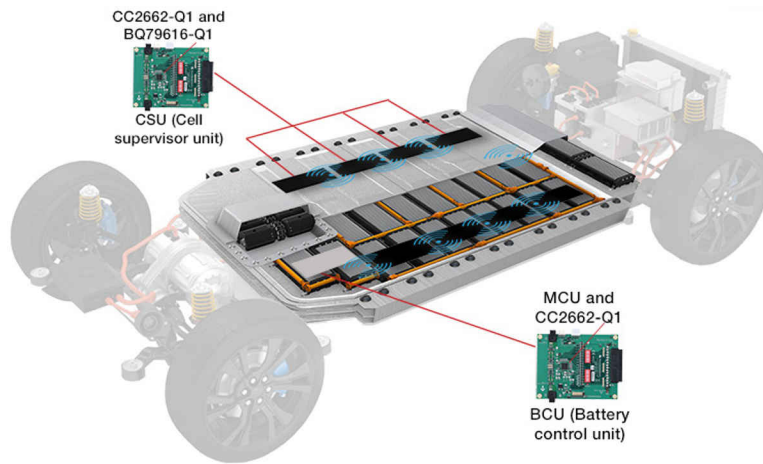

図 2. テキサス・インスツルメンツのワイヤレス BMS テクノロジー
**図 2** に示すワイヤレス BMS の利点の 1 つは、バッテリー・パックの組み立てと製造が簡素化されることです。これにより、コストを削減し、製造時の効率を向上させることができます。製造ラインの技術者は、バッテリー・パックを組み立ててすぐに測定値を読み取ることができます。一方、有線 BMS では、技術者はバッテリー・モジュールごとにケーブルを接続する必要があります。